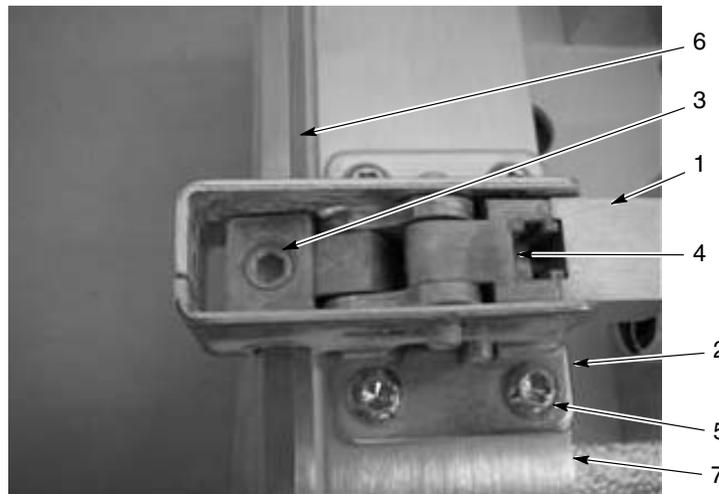

Figura 8-3 Sustitución del bloqueo
3. Ver la figura 8-3. Sujetar los pasadores del cilindro y tirar del eje del mismo a la posición completamente extendida para extender los bloqueos y proporcionar acceso a los tornillos de ajuste de bloqueo (3).